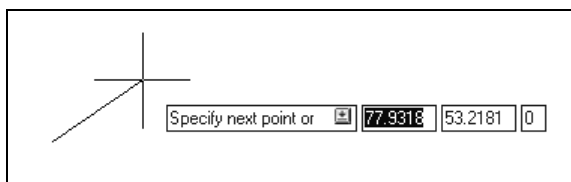

Рис. 10.4. Динамические поля для ввода координат точки при построении ломаной
- Вызовите команду построения отрезка **LINE** (ОТРЕЗОК), воспользовавшись меню **Draw | Line** (Рисование | Отрезок). На экране около курсора появится запрос на ввод координат точки (выведены поля для ввода всех трех координат) (рис. 10.4). Первое поле — для ввода координаты *X*, отмечено цветом.